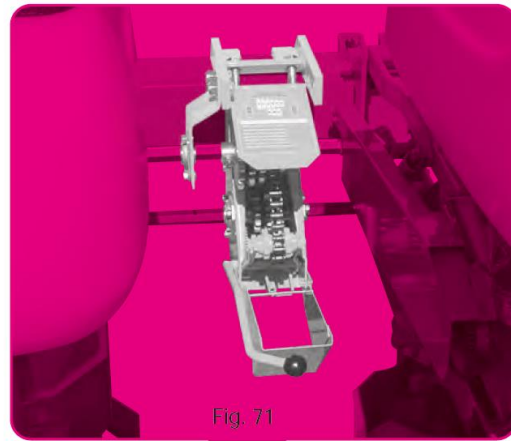

Fig. 71
- Ustawienie wysunięte (fig. 71) dla siewnika o nieparzystej liczbie rzędów. Przekładnię umieszcza się z lewej strony, najbliższej centralnej sekcji wysiewającej: w tym celu należy usunąć jeden ze wsporników (4), umieszczonych na sześciokątnym wałku.